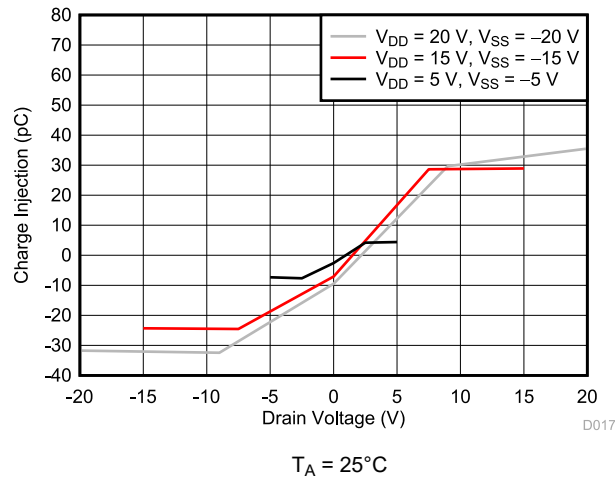

图 9-3. 电荷注入与漏极电压间的关系
TMUX7208M 具有低导通和关断漏电流以及超低电荷注入性能，因而成为实现高精度工业系统的理想选择。TMUX7208M 采用专用架构，可减少漏极 (D) 电荷注入 (有关更多详细信息，请参阅节 8.3.7)。图 9-3 展示了 TMUX7208M 的电荷注入与漏极电压间的关系图。